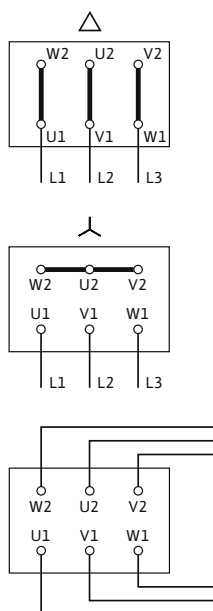

Fig. 17: Alimentazione di rete
Lo schema dell'allacciamento elettrico è riportato sul copertura della morsettiera (vedi anche Fig. 17).
- L'alimentazione di rete dipende dalla potenza motore P2, dalla tensione di rete e dal tipo di connessione. Per il collegamento necessario ai ponti di connessione nella morsettiera consultare l'elenco seguente "Tab. 4: Assegnazione dei morsetti" a pagina 45 e la Fig. 17.